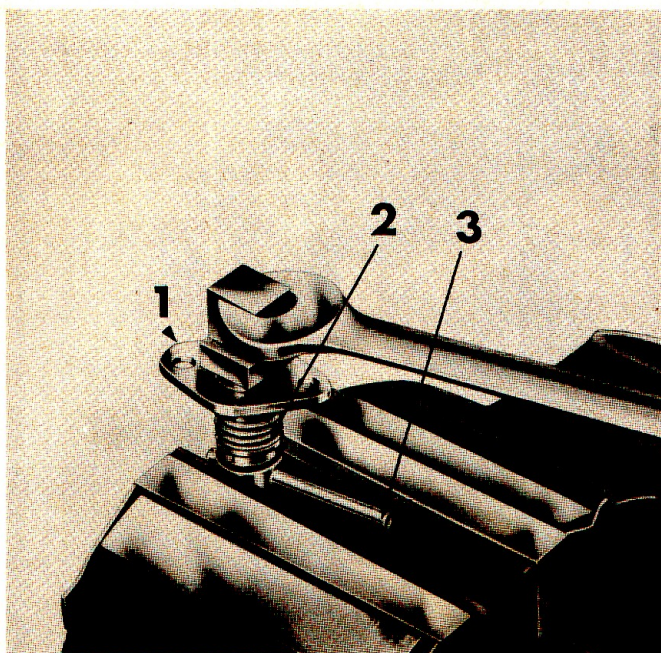

FIGURE 61: Dépose de la tête d'attelage du clapet — 1 = Plaque de retenue, 2 = Clapet de commande, 3 = Tringle.
2. Inspecter le clapet (bavures, éraillures) et son ressort de centrage (affaiblissement). Pour démonter le clapet, l'immobiliser dans un étau à mors doux, introduire une tringle à travers un des trous d'huile du clapet et séparer du clapet la tête d'attelage (Figure 61). On peut alors déposer la plaque de retenue, le ressort de centrage et les rondelles.